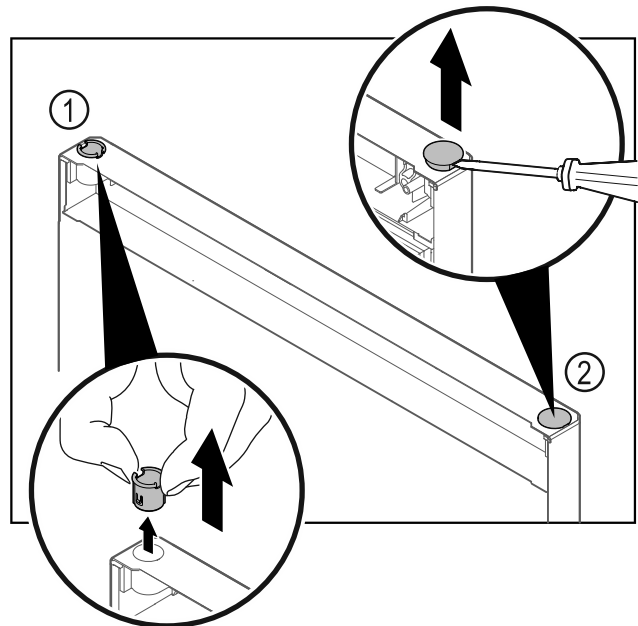

Fig. 24
- ▶ Retirer la bague Fig. 24 (1) avec les doigts.
- ▶ Soulever délicatement le bouchon Fig. 24 (2) avec un tournevis plat et le retirer.